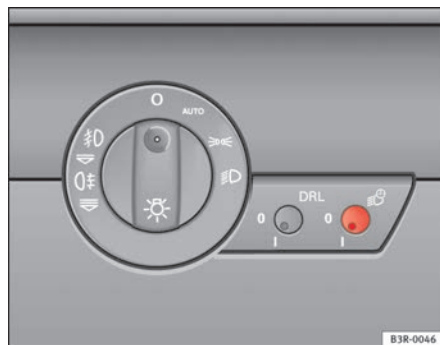

Abb. 85 Ausschnitt aus der Instrumententafel: Coming-/Leaving-Home-Schalter
- Tippen Sie den Knopf ⇒ Abb. 85 an, um ihn aus seiner Einstellposition auszurasen.